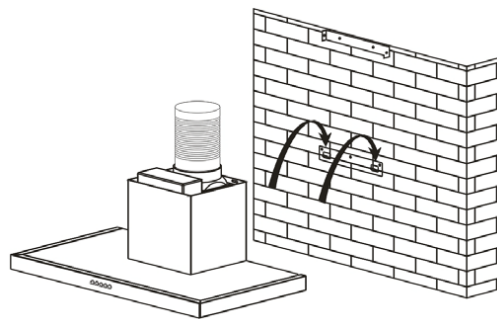

Abb. 4
– Setzen Sie den Körper der Dunstabzugshaube auf den Halter mit den dafür vorgesehenen mitgelieferten Schrauben auf (Abb. 4).